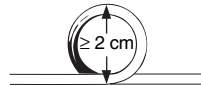

Abbildung 4. Aufwickeln überschüssiger Elektrodenlänge
- Legen Sie überschüssige Elektrodenlänge in einer runden Schleife von mindestens 2 cm Durchmesser zusammen. U-Schleifen oder Bögen sind hierfür nicht zulässig (Abbildung 4). Runde Schleifen sind weniger anfällig für elektromagnetische Störungen und deren Auswirkungen, zudem verhindern sie Knicke und Beschädigungen des Elektrodenkörpers.